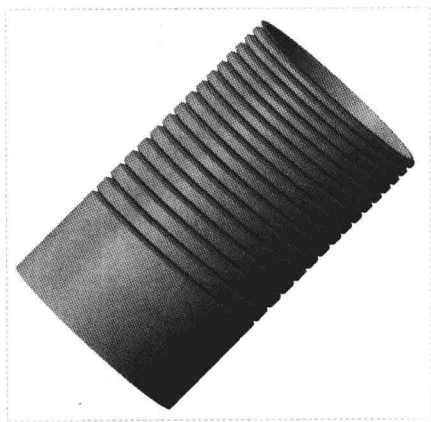

图 5-79 创建可变螺旋扫描特征
Step 06 单击“应用并保存在工具中所做的所有更改, 然后关闭工具操控板”按钮, 即可创建可变螺旋扫描特征, 效果如图 5-79 所示。